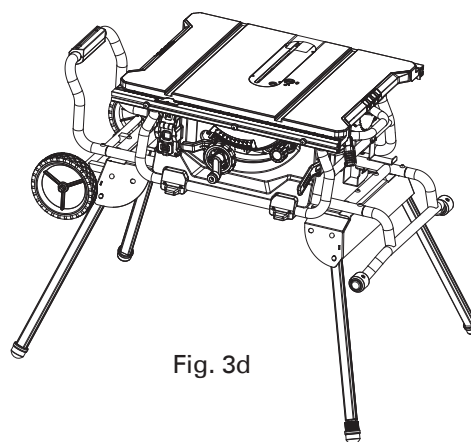

Fig. 3d
• La Fig. 3d indica el conjunto de patas de soporte en posición abierta.